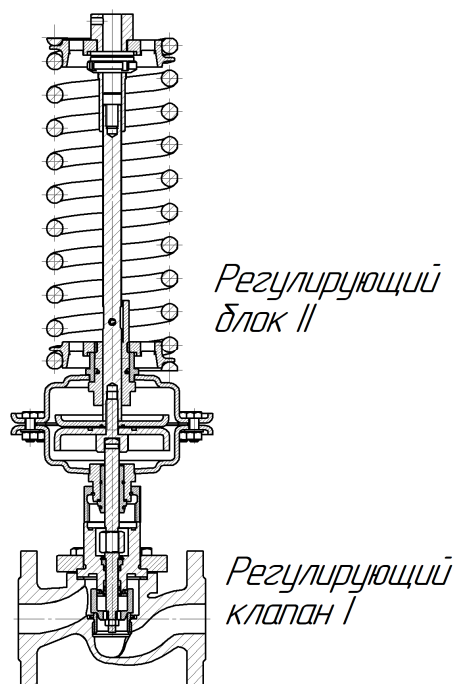

Рис. 1
2.1 Основные технические данные и характеристики регулятора приведены в таблицах 1, 2, 3 и рис. 1, 2.